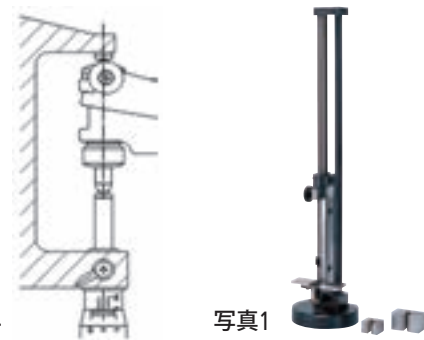

図4
6. 測定開始前には、必ず基点調整を行ってください。外側マイクロメータによる基点調整をする場合、マイクロメータは縦姿勢として、アンビルが下側となるように保持してください。(図4)